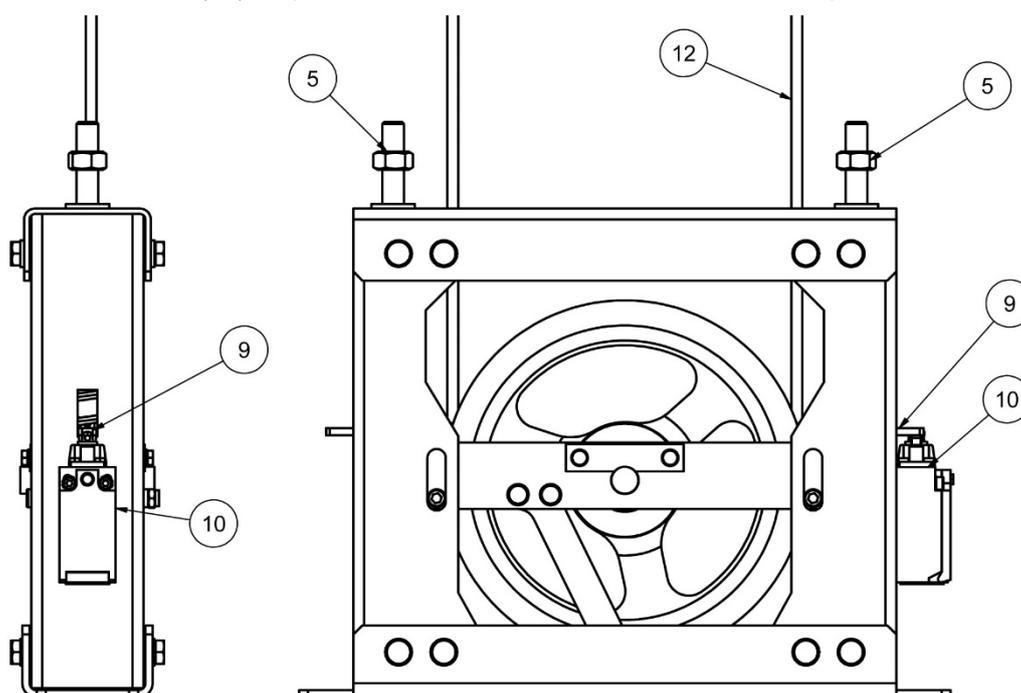

Figure 20 : Câble sans tension adéquate
Si après avoir dévissé complètement les écrous (5), on découvre que la pièce Actionneur contact de relâchement (9) est en train de toucher ou est sur le point de toucher le contact de relâchement (10) (voir Figure 20), il faut libérer le câble (12) des serre-câbles (14) et que de nouveau l'extrémité libre du câble soit prétendue .